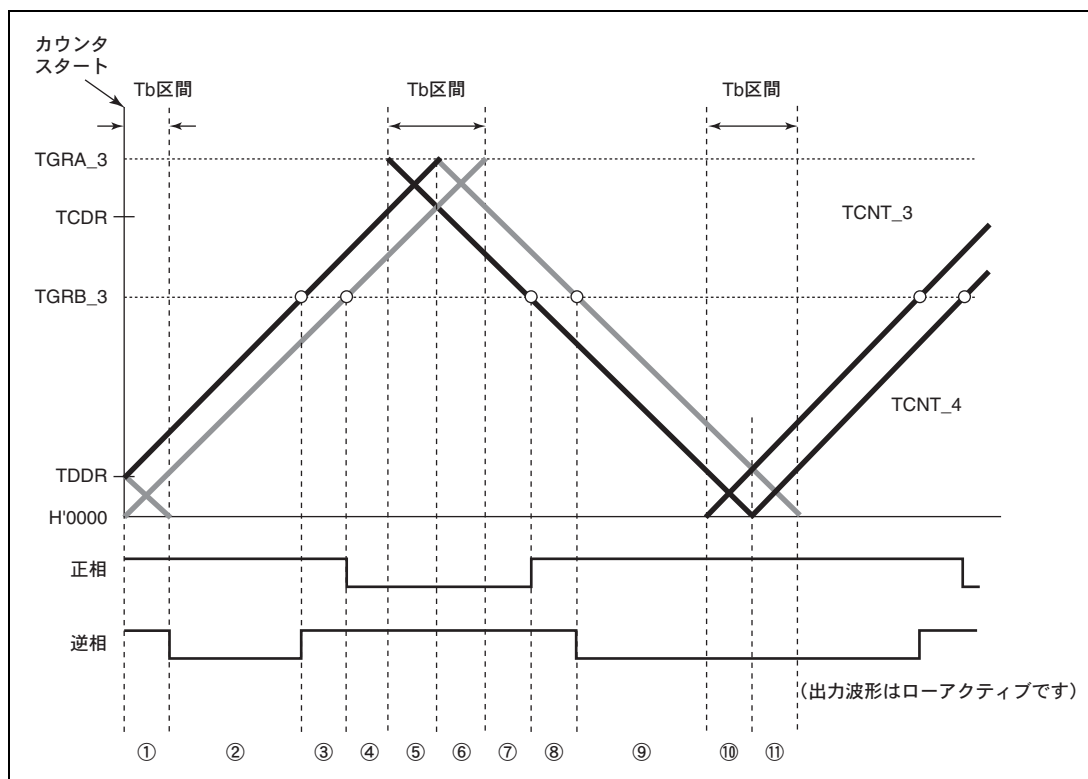
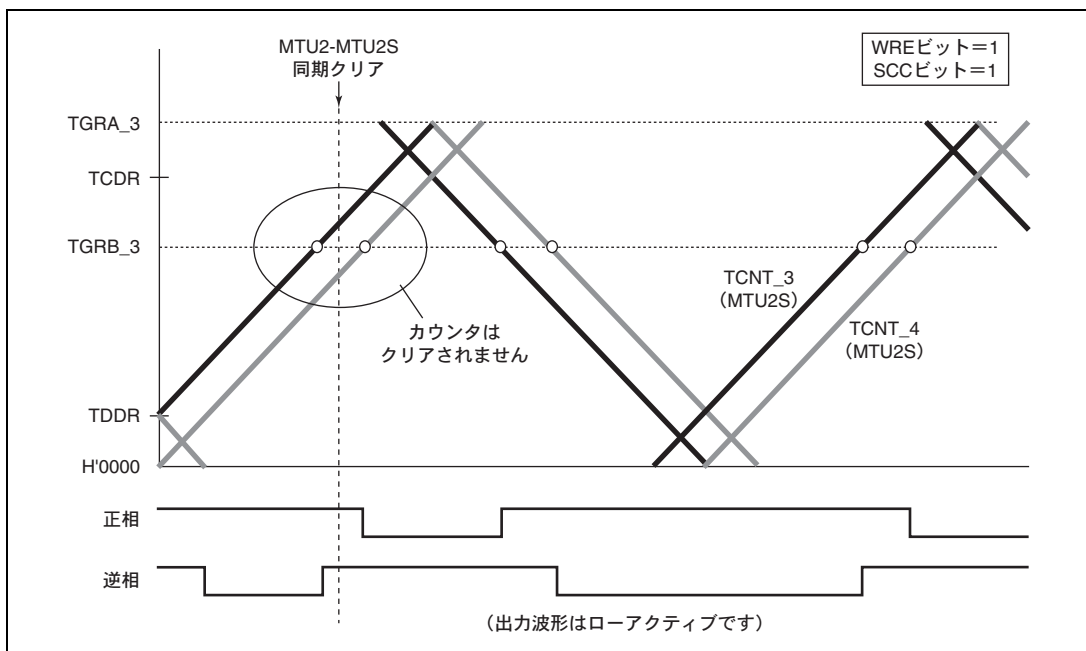
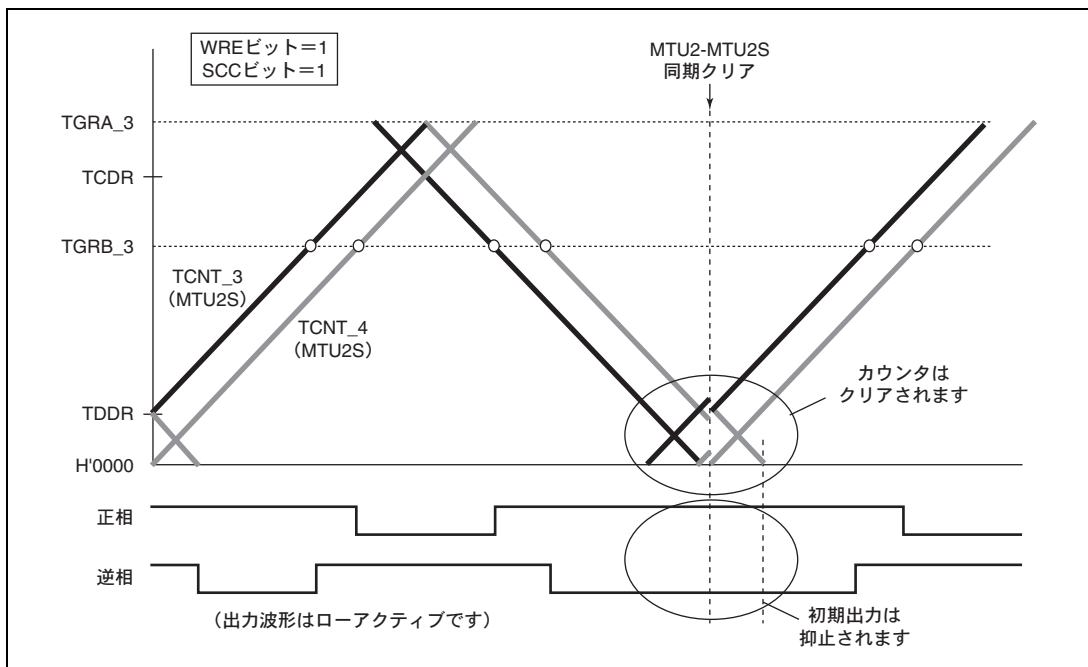

図 10.56 同期カウンタクリアタイミング
図 10.64 アップカウント中のデッドタイム時に同期クリアが発生した場合
図 10.67 谷の Tb 区間で同期クリアが発生した場合
WRE ビットを 1 に設定することで初期出力を抑制することができるのは、同期クリアが図 10.56 の⑩、⑪のような谷の T_b 区間で入ってきたときのみです。それ以外のタイミングで同期クリアが起こった場合は、TOCR レジスタの OLS ビットで設定した初期値が出力されます。また、谷の T_b 区間であっても、図 10.56 の①で示すカウンタスタート直後の初期出力期間で同期クリアが起こった場合には、初期出力の抑制は行いません。
(図 10.56 のタイミング③、MTU2 の TWCR レジスタの WRE ビット=1)
(図 10.56 のタイミング⑥、MTU2 の TWCR レジスタの WRE ビット=1)
(図 10.56 のタイミング⑧、TWCR レジスタの WRE ビット=1)
(図 10.56 のタイミング⑩、TWCR レジスタの WRE ビット=1)
図 10.64~図 10.67 に、MTU2S の TWCR の SCC ビットを 1 に設定して MTU2S を相補 PWM 動作をさせ、MTU2-MTU2S カウンタ同期クリア抑止機能を有効にした場合の動作例を示します。ここで、図 10.64~図 10.67 の同期カウンタクリアのタイミングは、それぞれ図 10.56 の③、⑥、⑧、⑪で示したタイミングです。また、この例では MTU2S の TWCR の WRE ビットは 1 に設定しています。
(図 10.56 のタイミング③、MTU2S の TWCR レジスタの WRE ビット=1、SCC ビット=1)
(図 10.56 のタイミング⑥、MTU2S の TWCR レジスタの WRE ビット=1、SCC ビット=1)
(図 10.56 のタイミング⑧、MTU2S の TWCR レジスタの WRE ビット=1、SCC ビット=1)
(図 10.56 のタイミング⑩、MTU2S の TWCR レジスタの WRE ビット=1、SCC ビット=1)